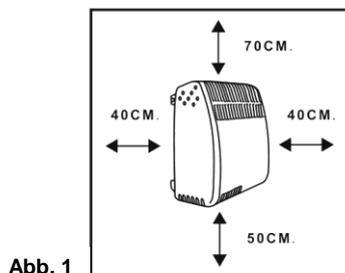

Abb. 2
- Der Frostwächter sollte nur mit dem Befestigungsbügel an einer vertikalen Wand befestigt werden. Nutzen Sie zur Markierung der Bohrlochabstände den Befestigungsbügel als Schablone (Abb. 2).